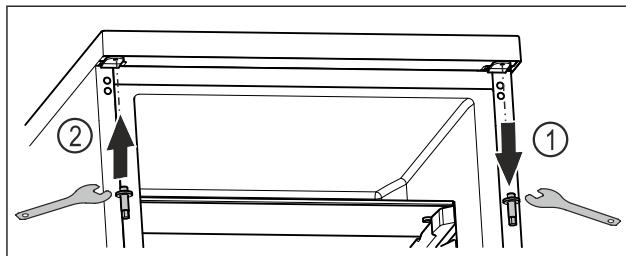

Fig. 18
- Відкрутіть верхній болт за допомогою шестигранного ключа. Fig. 18 (1)
- Затягніть болт із протилежного боку за допомогою шестигранного ключа. Fig. 18 (2)